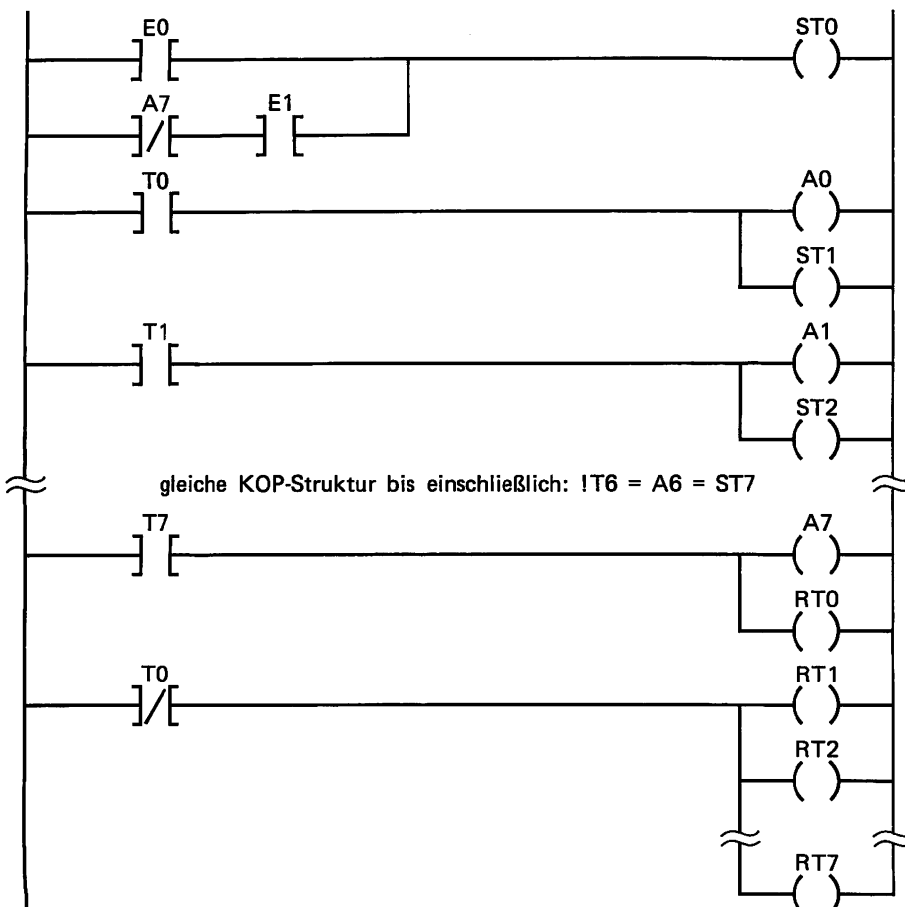

Bild F61.2
c) Den KOP für das Gesamtprogramm zeigt das Bild F61.2.